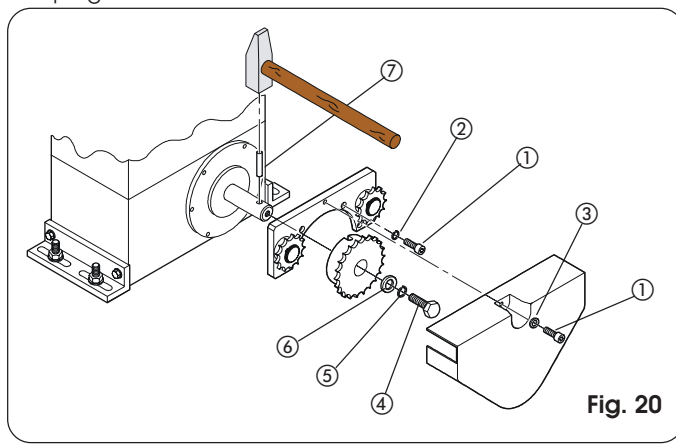
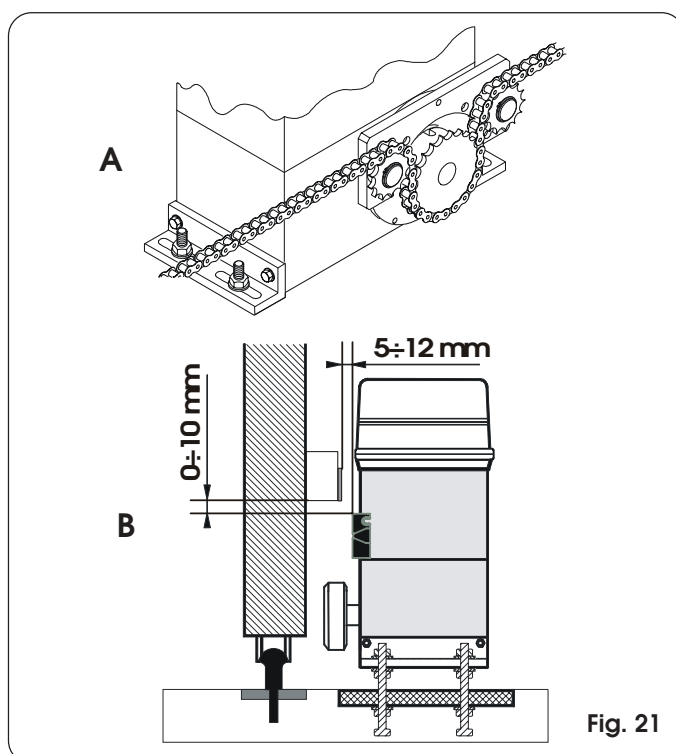

Fig. 20
Fig. 21
- 1) Monteer de spanstift ⑦ in de as met behulp van een hamer.
- 2) Plaats de beugel van de tussenoverbrengingen op de flens van de motorvertraging met behulp van de vier schroeven ① (M5 x 12) en de bijbehorende ringen ② uit de set, zoals aangegeven op fig. 20.
- 3) Plaats de kettingpignen op de as en laat hierbij de zittingen van de pignen op de spanstift samenvallen en haal de schroef ④ en de ringen ⑤ en ⑥ aan.
- 4) Voer de ketting door zoals aangegeven op fig. 21 ref.A en monteer de afdekking met de schroef ① en de ring ③ van fig. 20.
- 5) Voor aandrijvingen met MLS eindschakelaar dienen er steunen voor de bijgeleverde magneten te worden aangebracht volgens, de maten die worden aangegeven op fig. 21 ref.B.